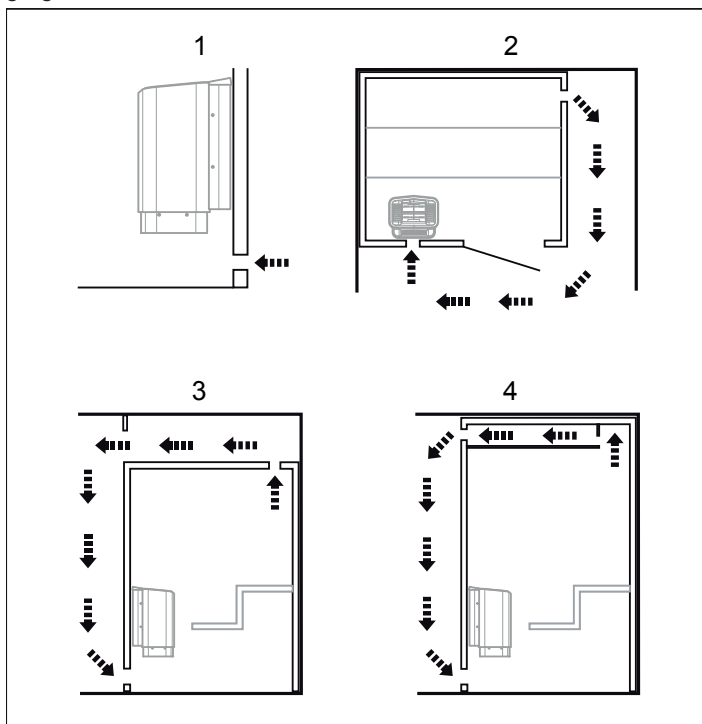

Fig 8: In- och utluftventilens placering
- med maximalt avstånd till inluftsventilen, t.ex. i diagonal (se Fig 8).
- högt på väggen eller i taket (se Fig 8).